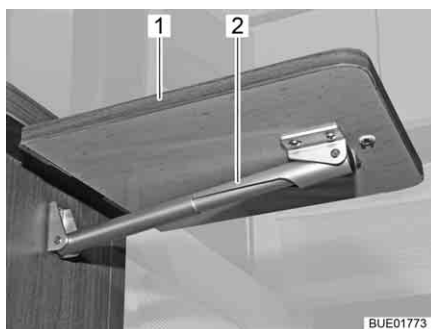

Fig. 76 Tavolo ribaltabile su bancone, aperto
- Rimuovere il tavolo ribaltabile su bancone (Fig. 76,1) dai supporti magnetici con un movimento delicato.
- Orientare il piano del tavolo verso l'alto, fino all'aggancio dell'elemento di fissaggio del supporto telescopico (Fig. 76,2).